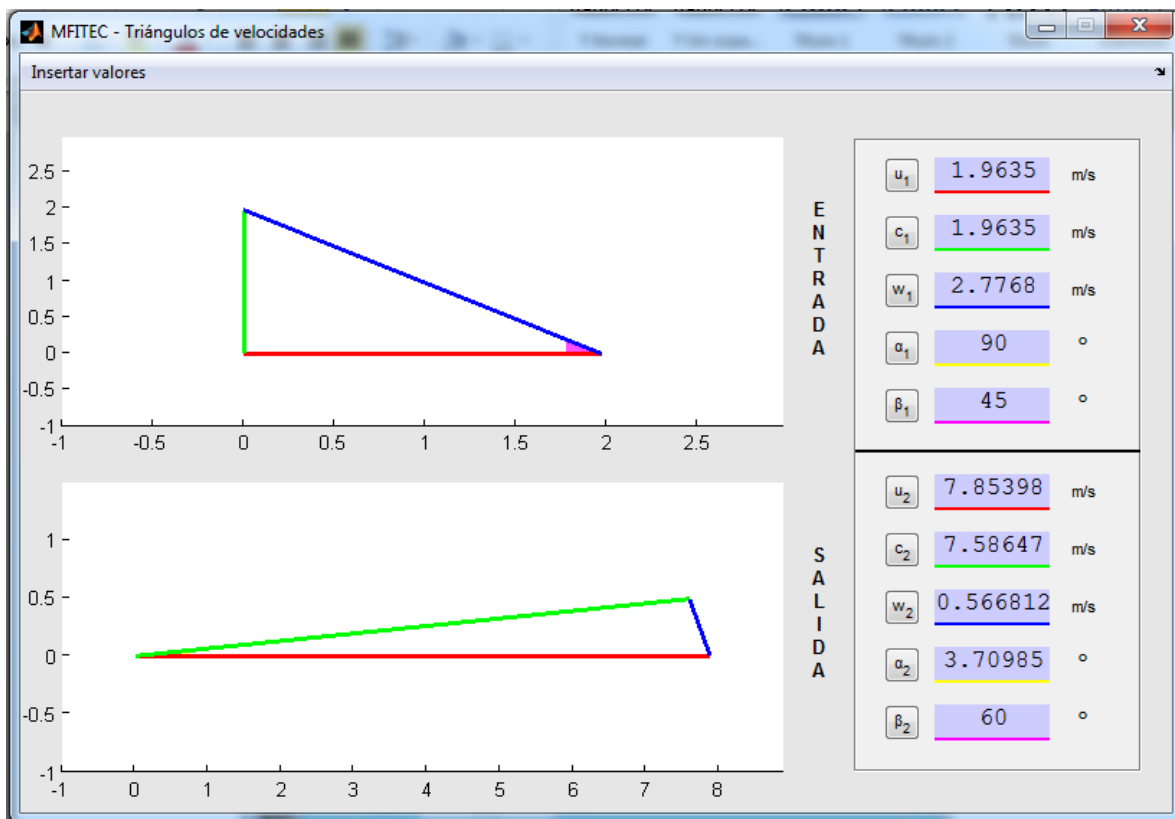

Figura 4.15 Triángulos de velocidades a la entrada y salida.
4. Para trazar los triángulos de velocidades debe pulsar el ícono correspondiente y se mostrará la interfaz como en la figura 4.15. Si se requiere graficar un dato de entrada respecto a uno de salida debe pulsar la opción de gráficas y el programa le pedirá un rango para trazarla (Ver figuras 4.16 y 4.17).